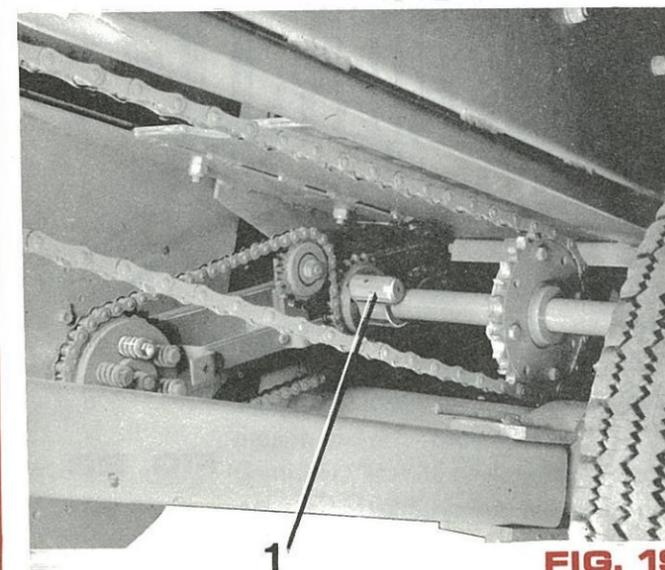

FIG. 19
- L'efficacité de la roue libre 1 fig. 19 du ramasseur. Au besoin introduire de l'huile dans le corps de la roue libre par l'orifice prévu à cet effet.